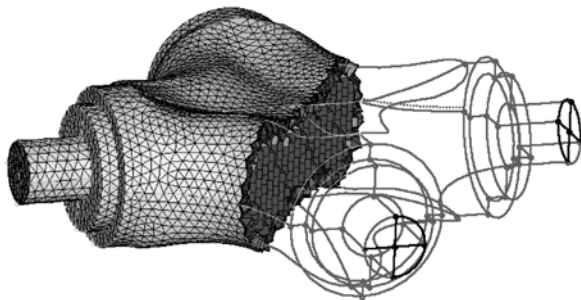

图 5-196 隐藏一半的模型
(8) 按〈F5〉键打开 Mask 面板。按〈Shift〉键, 选择隐藏一半的模型。模型的内部结构将被清晰的显示, 如图 5-196 所示。